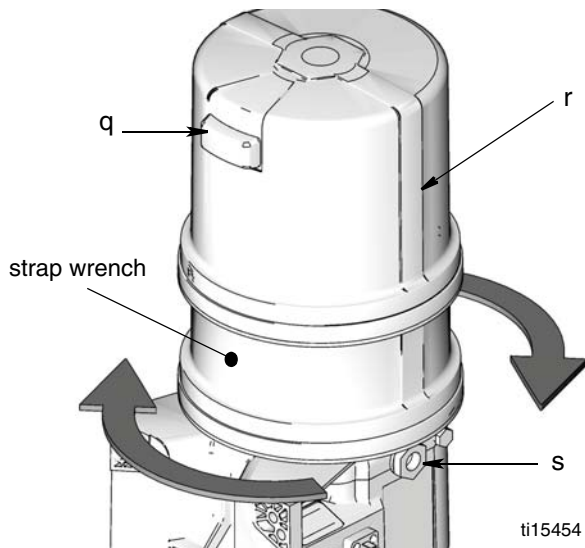

FIG. 19
1. Installare il serbatoio sull'adattatore. Posizionare la chiave a nastro intorno alla parte inferiore del serbatoio come indicato in FIG. 19 e utilizzarla per ruotare il serbatoio in senso orario serrandolo alla base.
- b. Quindi, continuare a ruotarlo in senso orario di un secondo giro finché lo sfiato (q) del serbatoio non sia rivolto verso la parte posteriore della pompa G3 e le linee orizzontali (r) modellate nel serbatoio non siano allineate con le uscite della pompa (s) poste sui lati della base della pompa come mostrato in FIG. 19.